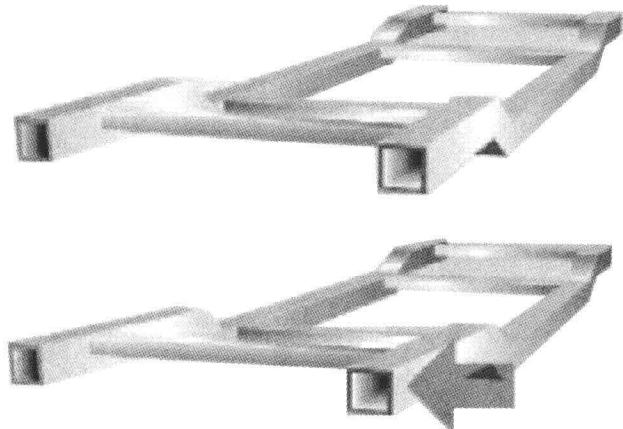

图 1-8 侧向损伤或摆动损伤
1) 侧向损伤或摆动损伤。由车身的侧面引起的碰撞所造成的损伤称为侧向损伤或摆动损伤。侧向损伤可以从车身的异常情况来确认,一般受力一侧的车身局部会产生裂纹,而另一侧可能有折皱出现。另外车辆发生侧向损伤时还可能导致行李箱盖和发动机罩在开启或关闭时配合不当等。侧向损伤或摆动损伤如图 1-8 所示。